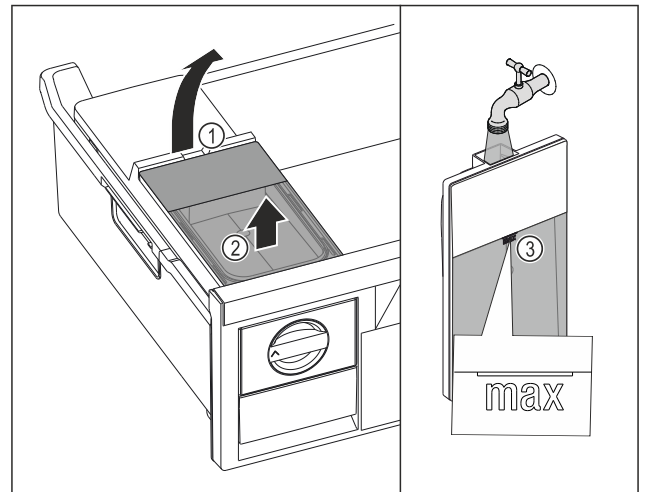

Fig. 69
- ▶ Wassertank an der Aussparung Fig. 69 (1) anheben.
- ▶ Wassertank nach oben entnehmen. Fig. 69 (2)
- ▶ Wassertank bis zur Markierung Fig. 69 (3) mit Trinkwasser befüllen.